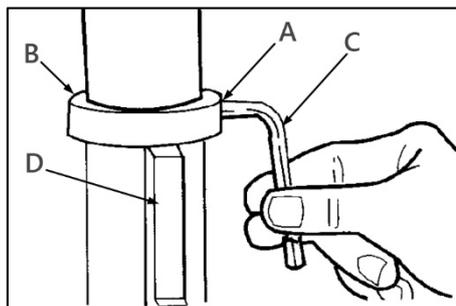

Рисунок 3.
Ослабьте установочный винт (A) (рис. 3) на зажимном кольце (B) при помощи шестигранного ключа 3 мм (C), снимите кольцо и зубчатую рейку (D) с колонны.
Установите зажимное кольцо (В) (рис. 3), затяните установочный винт (А) при помощи шестигранного ключа 3 мм (С), чтобы зубчатая рейка (D) могла перемещаться при повороте стола влево или вправо вокруг колонны. Кольцо должно сидеть на зубчатой рейке свободно, перпендикулярно вертикальной оси.